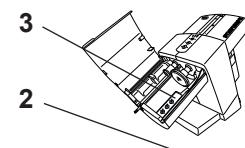

Fig. 8
- Se si preme un pulsante per l'estrusione del materiale senza aver prima selezionato un programma o porta-impronta (2, Fig. 8) o siringa (3, Fig. 8), l'apparecchio richiama automaticamente il programma (ST). La spia LED in prossimità del pulsante (ST) si accende.